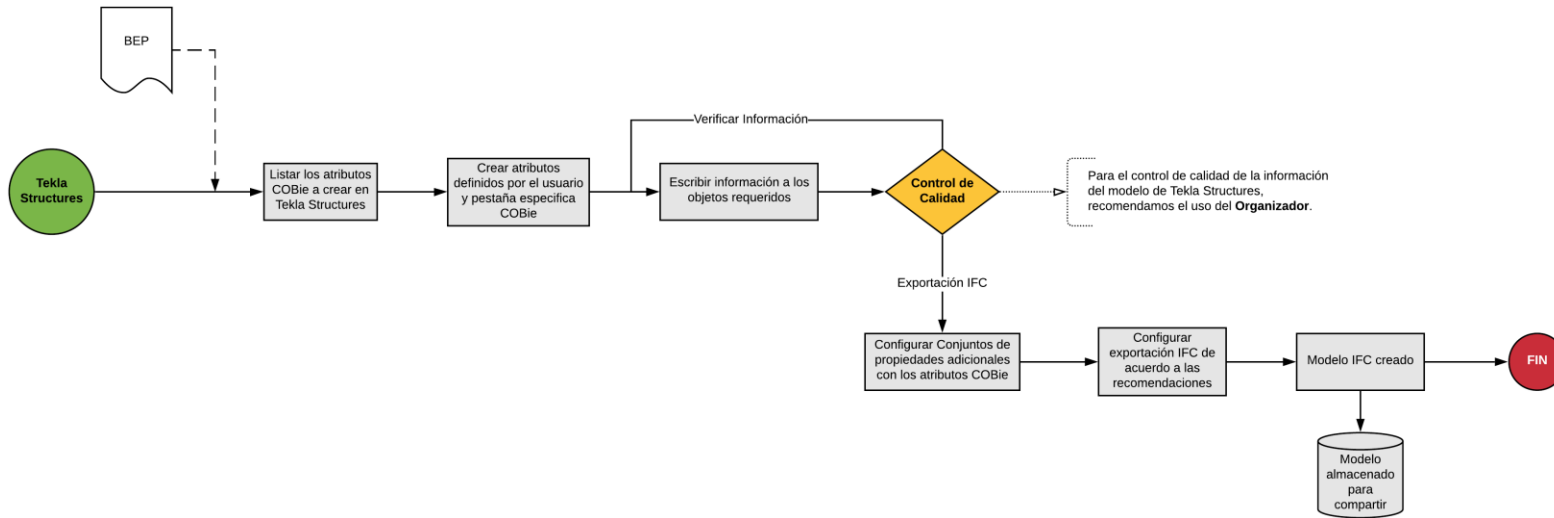

Figura 3 - Flujograma de exportación de atributos COBie en modelo IFC de Tekla Structures
- Ver flujograma exportación de atributos COBie. (Figura 3)